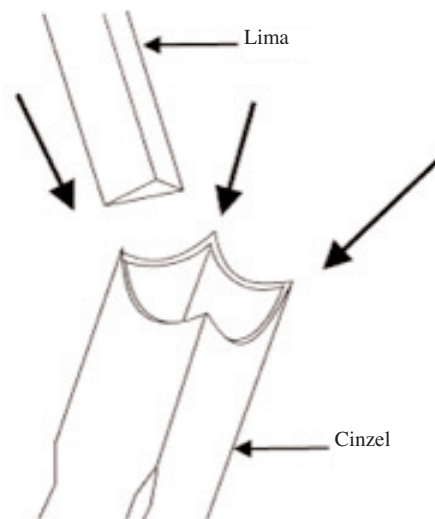

Figura 9
3. Use uma lima triangular pequena para ajustar os cantos interiores do cinzel. Veja a figura 9.